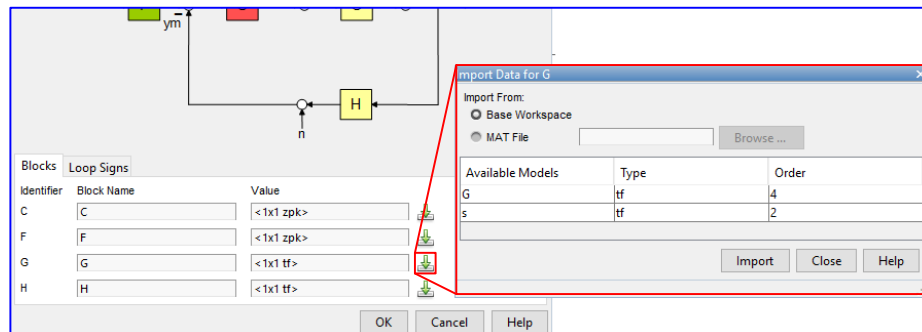

Figura 4. Selección del modelo creado en el workspace.
2. En este caso, luego de definir la FdeT. de la planta en el *workspace*, la podemos cargar en el bloque correspondiente dentro de esta ventana, Figura 4. Por defecto todos los bloques son unitarios.